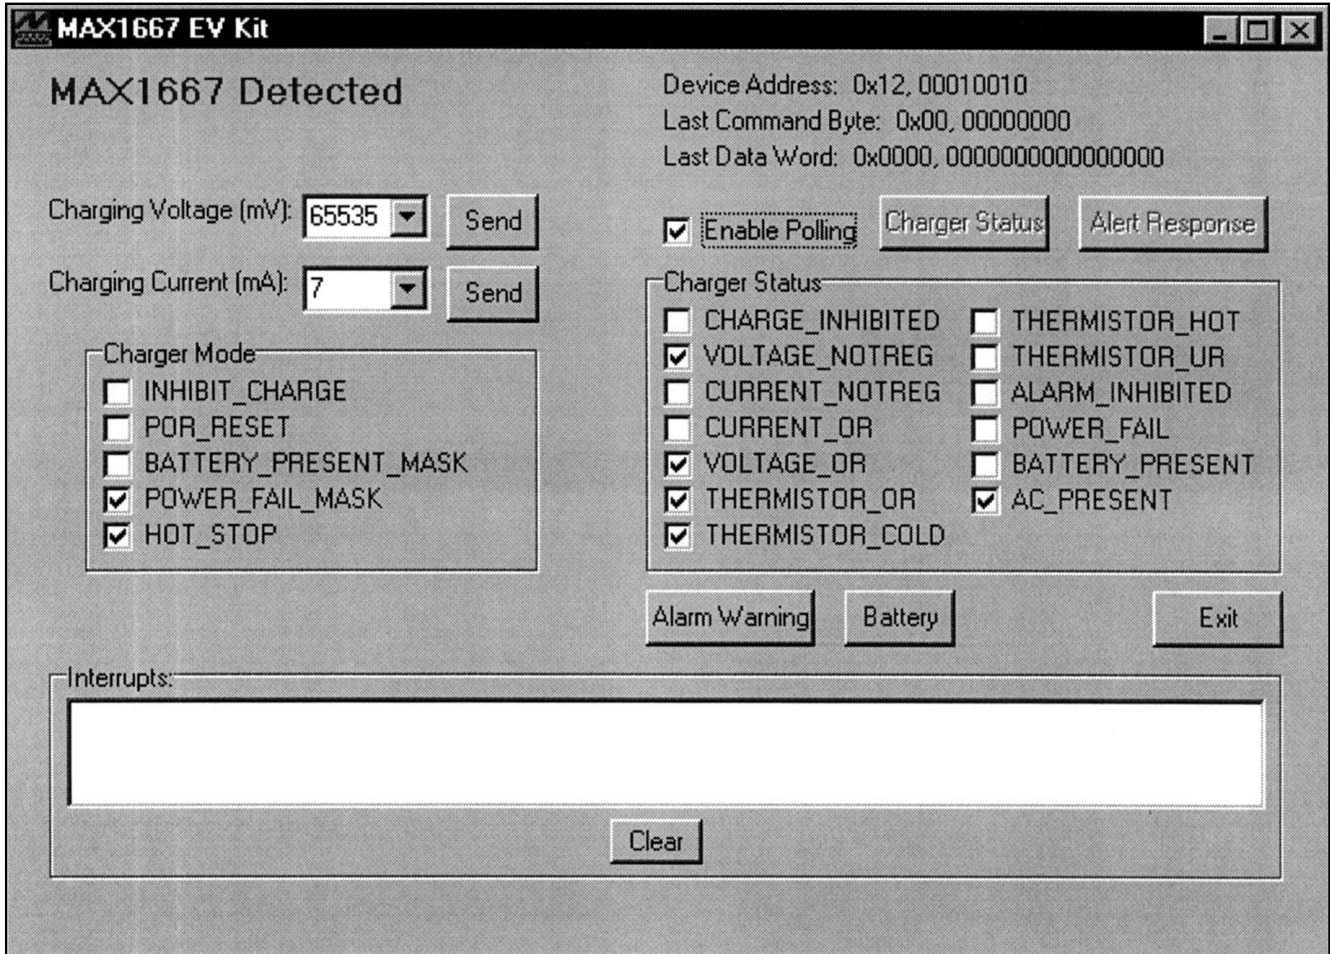

図2. MAX1667EVキットのソフトウェアコマンドパネル
- 8) ソフトウェアコマンドパネルが現れるはずですが(図2)。Charging Voltage = 65535mV、Charging Current = 7mA、さらにPOWER\_FAIL\_MASK、HOT\_STOP及びEnable Pollingがチェックされていることを確認し、Charger StatusパネルのVOLTAGE\_NOTREG、VOLTAGE\_OR、THERMISTOR\_OR、THERMISTOR\_COLD及びAC\_PRESENTのチェックボックスがチェックされていることを確認します。
MAX1667プログラムを実行する際、ソフトウェアはその素子のSMBusアドレスを自動的に検出します。ソフトウェアがコマンドパネル(図2)をイネーブルすると、ユーザは許容された任意のSMBusコマンドをMAX1667に送ることができます。許容されるSMBusコマンドの詳細については、MAX1667データシートを参照して下さい。